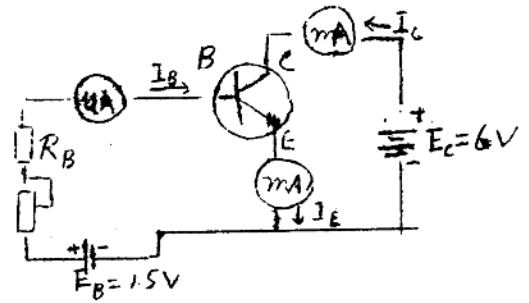

图 1-6 三极管的放大原理图
改变可变电阻 R_B ，则基极电流 I_B 、集电极电流 I_C 以及发射电流 I_E 都发生变化。电流的方向如图1-6中所示。把测量的结果列于下面表中：
(3) 当 $I_B = 0$ (将基极与发射极短接) 时， $I_C = I_{CEO}$ 称为穿透电流，表中 $I_{CEO} = 0.01 \text{ mA} = 10 \mu\text{A}$
(4) 当 $I_E = 0$ (将发射极断开时)， $I_C = I_{CBO}$ 称为反向饱和电流，表中 $I_{CBO} = 0.001 \text{ mA} = 1 \mu\text{A}$
(5) 要想使 NPN 型晶体管具有放大作用，电源极性必须按图 1-6 中所画的极性接入。